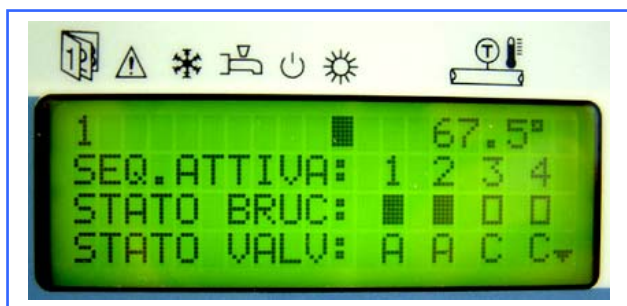

Рис. 3
Температура на подаче (рис. 3)
COMFORT: система в рабочем режиме (рис. 3), значение температуры на подаче для каскадного соединения - номинальное (установки 2.2.1. - а).
В случае неисправности на дисплее регулятора появляется соответствующее сообщение (рис. 3а и 3б), которое удерживается приблизительно 15 сек. и сопровождается звуковым сигналом (каждые 5 сек.). На дисплее появляется мигающий индикатор под символом  Проблемы, связанные с величинами, представлены на соответствующих строчках дисплея следующими образом:
- разъединенный датчик : буквы "-АА-" (рис. 3 б);
Выявление неисправности осуществляется посредством нажатия кнопки "ESC", когда на дисплее появляется сообщение, относящееся к этой неисправности (рис. 3а). В случае, если значение показателя больше не является неправильным, то буквы "-AA-" пропадут и будет представлена нормальная величина (напр. 65.0° C)
Когда проблема выявлена, акустический сигнал исчезнет и на дисплее появится основное окно (рис. 3б) с постоянно горящим индикатором под символом . Если неисправностей несколько, то фаза 1 (а) повторяется, показывая периодически (каждые 15 сек.) все сообщения об ошибках до выявления всех существующих неполадок.
Замечание: *если после выявления неисправности, она будет устранена, на дисплее пропадает индикатор под символом , после чего дисплей начнет отражать нормальное функционирование системы (напр., рис. 3 или 3.1).*